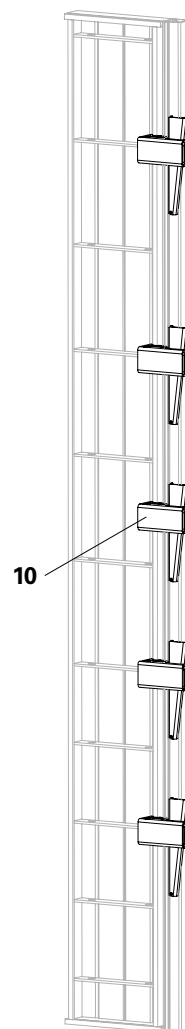

Fig. B3.02
3. Collegare il profilo angolare esterno UNO Plus (4) e il pannello per parete UNO Plus (1) con i giunti UNO Plus (10) (Fig. B3.02), vedere la Sezione "A5 Collegamenti dei telai".